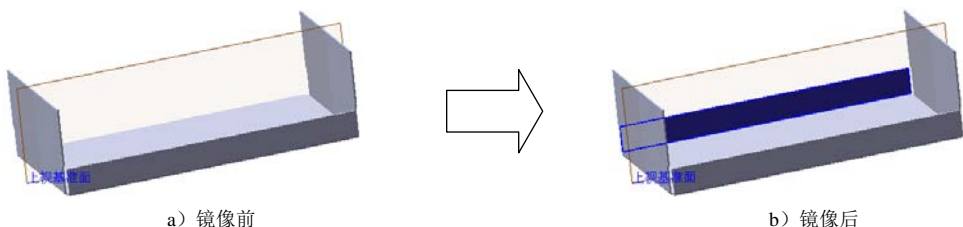

图 11.3.22 镜像 1
(3) 定义法兰参数。
① 定义法兰角度值。在 **角度(G)** 区域的  文本框中输入角度值 90.0。
② 定义长度类型和长度值。在“边线法兰”对话框 **法兰长度(L)** 区域的  下拉列表中选择 **给定深度** 选项, 在  文本框中输入深度值 8.0。在此区域中单击“外部虚拟交点”按钮 。
③ 定义法兰位置。在 **法兰位置(N)** 区域中, 单击“材料在内”按钮 。
(4) 单击  按钮, 完成边线一法兰 1 的创建。
Step7. 创建图 11.3.22 所示的镜像 1。
(1) 选择命令。选择下拉菜单 **插入(I)** → **阵列/镜向(E)** → **镜向(M)...** 命令。
(2) 定义镜像基准面。选取上视基准面作为镜像基准面。
(3) 定义镜像对象。选择边线一法兰 1 作为镜像 1 的对象。
(4) 单击  按钮, 完成镜像 1 的创建。